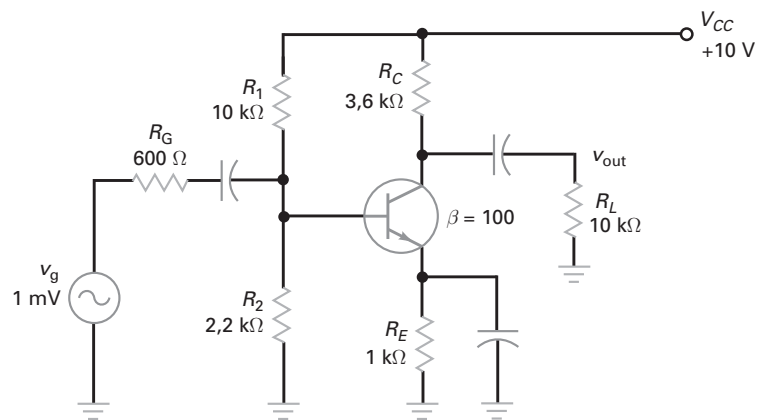

Figura 8-35
- 8-26** **MultiSim** A tensão de alimentação na Figura 8-35 aumenta para +15 V. Qual é a tensão na saída?
- 8-27** **MultiSim** Se a resistência do emissor dobrar na Figura 8-35, qual será o valor da tensão na saída?
- 8-28** **MultiSim** Se a resistência do gerador na Figura 8-35 for reduzida pela metade, qual será o valor da tensão na saída?
- 8-39** Se todas as resistências forem dobradas na Figura 8-35, qual é a tensão na saída?